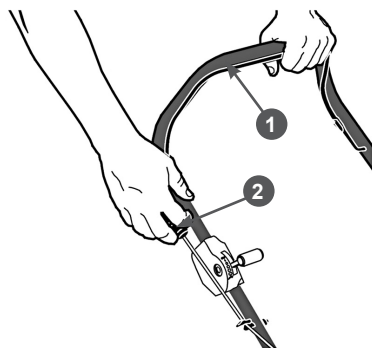

Рис. 17 Запуск двигателя
3. Встаньте позади газонокосилки.левой рукой нажмите на рычаг 1 остановки двигателя и удерживайте его, а правой рукой возьмите ручку 2 стартера (Рис. 17).